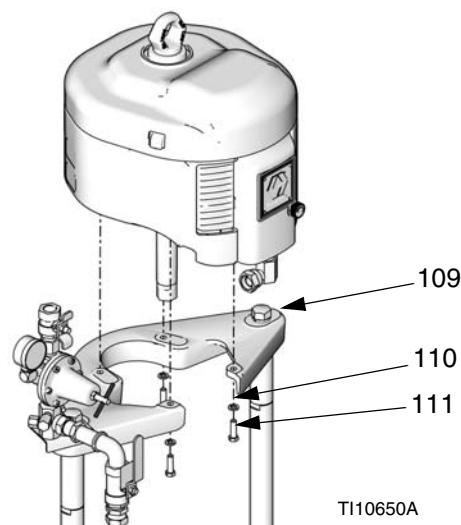

FIG. 26
- b. *Pour les NXT équipés d'un cylindre plus petit :* si le moteur a été retiré, serrez les vis de réglage (111) et les rondelles (110) sur le support de montage (109). Consultez la FIG. 26, page 23.
1. À l'aide d'un palan, fixez le moteur sur le plateau de montage (109) en utilisant les vis (111) et les rondelles (110). Consultez la FIG. 26, page 23.